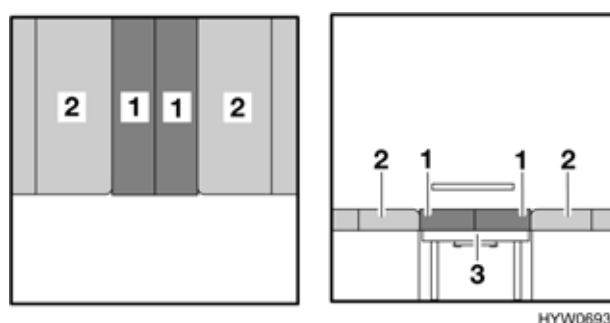

Fig. 95 Dopo la trasformazione
- Posizionare i due cuscini dello schienale (Fig. 95,1) al centro.